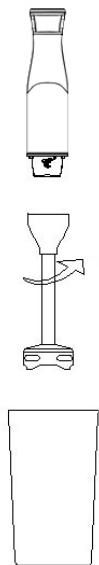

Рис. 1
- Насадку-блендер (1) используйте для приготовления соусов, майонеза, фруктовых пюре, детских смесей, смешивания разнообразных ингредиентов, для переработки фруктов и овощей, содержащих достаточное количество сока.
- Перед установкой насадки-блендера (1) убедитесь в том, что вилка шнура питания не вставлена в электрическую розетку.
- Вставьте насадку-блендер (1) в моторный блок (2) и поверните её против часовой стрелки до упора, убедитесь в надёжной фиксации насадки (рис.1).
- Погрузите насадку-блендер (1) в ёмкость с продуктами, которые вы хотите измельчить/перемешать, можно поместить продукты в стакан (10).